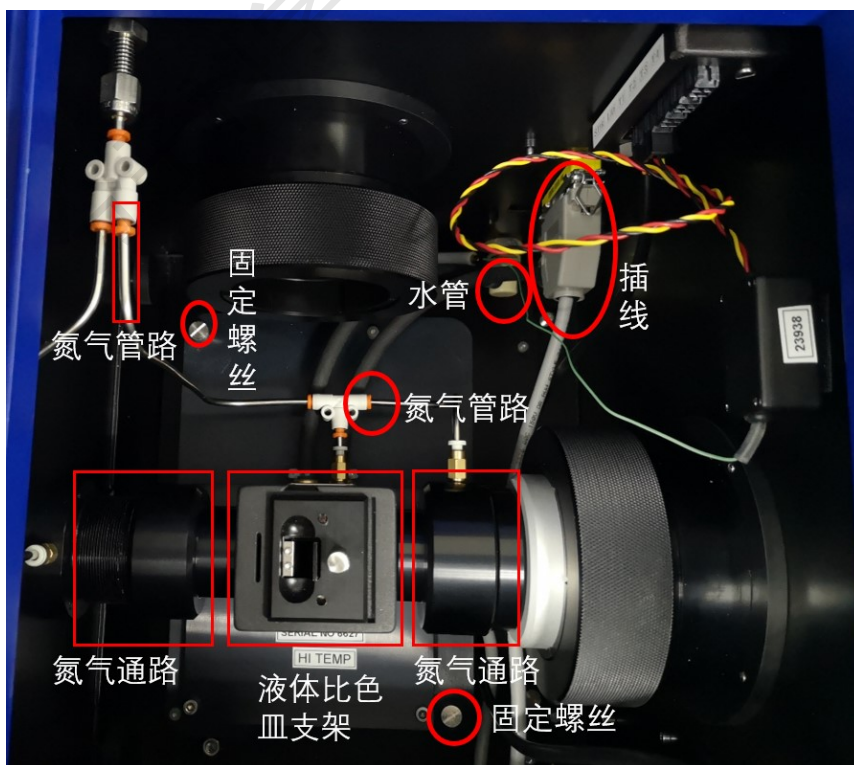

图 S2-2
2.将固体附件放入样品仓内。如图 S2-2 所示, 底板上有孔和螺丝, 所以有各自对应的**固定的放置方向**。然后装好两端的氮气通路和右边的探测器, 探测器上的虚线要和仪器上的缝对齐。